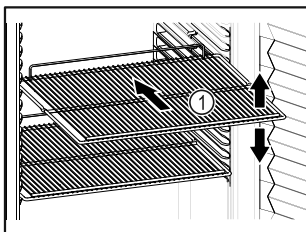

Fig. 71 Shembull ilustrues
- ❑ Nëse raftet me rrjetë Fig. 71 (1) mund të zhvendosen, atëherë përshtatini sipas lartësisë.